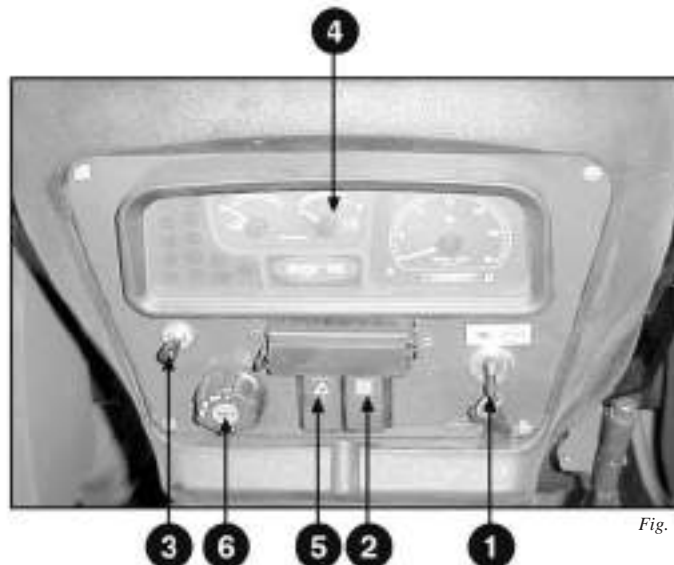
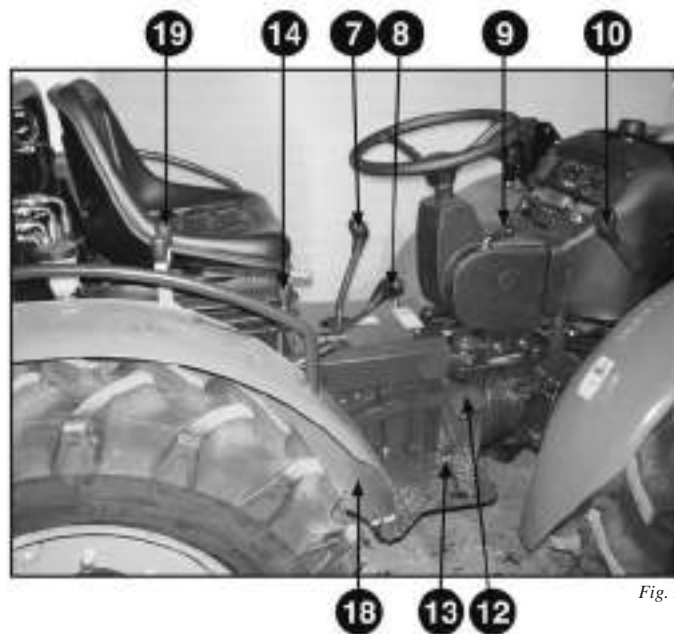

Fig. 1
Fig. 2
Disposición y posición general de los controles del área del operario del tractor. Las instrucciones sobre el uso específico de estos controles se incluyen en el apartado de este manual relativo al funcionamiento Fig. 1, Fig. 2, Fig. 3.
## Mandos del salpicadero (Fig. 1)
### Mandos (Fig. 2 y 3)
El uso del pedal del acelerador (13) anula la acción del acelerador manual (9) Fig. 2, cuando se aumenta el régimen del motor.
El frenado del tractor se obtiene mediante el pedal (1), Fig. 2, que actúan simultáneamente sobre los frenos de las ruedas traseras.